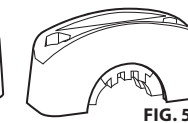

FIG. 5
- Pour un cordon d'un diamètre de 19 à 23,8 mm (0,75 à 0,95 po) : utiliser le collier de serrage et orienter la pièce rapportée comme illustré à la Fig. 5.